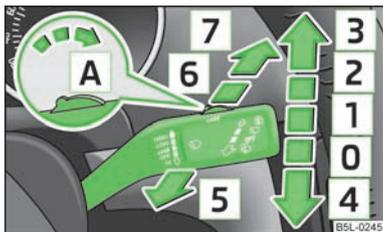

Fig. 36
- Si c'est le balayage lent [2] » fig. 36 ou rapide [3] qui est activé et si la vitesse du véhicule descend en dessous de 4 km/h, le système passe automatiquement sur la vitesse de balayage inférieure. Il repasse sur le balayage précédent lorsque le véhicule recommence à rouler à plus de 8 km/h.
- Si vous ne voulez essuyer que brièvement le pare-brise, poussez la manette dans la position auto-rabattue [4] » fig. 36. L'essuie-glace balaie plus rapidement si vous maintenez la manette plus d'1 seconde dans sa position inférieure.
Si la manette de l'essuie-glace se trouve en position 2 » fig. 36 ou 3, l'essuie-glace arrière effectue un essuyage toutes les 30 secondes ou toutes les 10 secondes quand le véhicule roule à une vitesse supérieure à 5 km/h.
- Poussez la manette de commande sur la position 6 » fig. 36 cinq fois de suite dans un laps de 5 secondes.
Les phares sont nettoyés après la première et toutes les cinq aspersion du pare-brise à condition que les feux de croisement ou les feux de route soient allumés et que la manette des essuie-glaces soit maintenue une 1 seconde environ sur la position 5 » fig. 36.
- Poussez ensuite dans les 10 secondes qui suivent la manette des essuie-glace sur la position **4** » fig. 36 – les balais viennent se placer sur la position d'entretien.